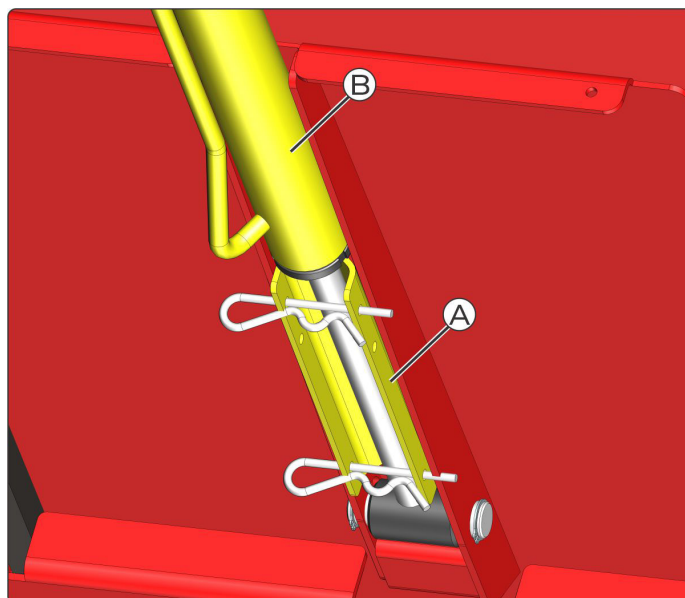

fig. 17
En el uso del tubo multiuso con el abono, es importante utilizar el tope (A) en el cilindro de cierre (B) de la compuerta (fig. 17). Para que se pueda conectar y desconectar el tubo sin que se produzca el “embalsamiento” de este.